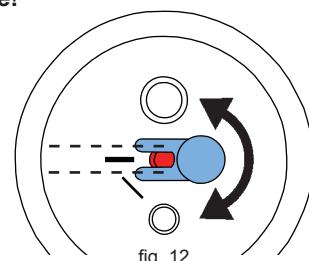

fig. 12
- No caso de reservatórios de jateamento de 25 - 70 µm, o bocal doseador tem que ser alinhado (fig. 12)!